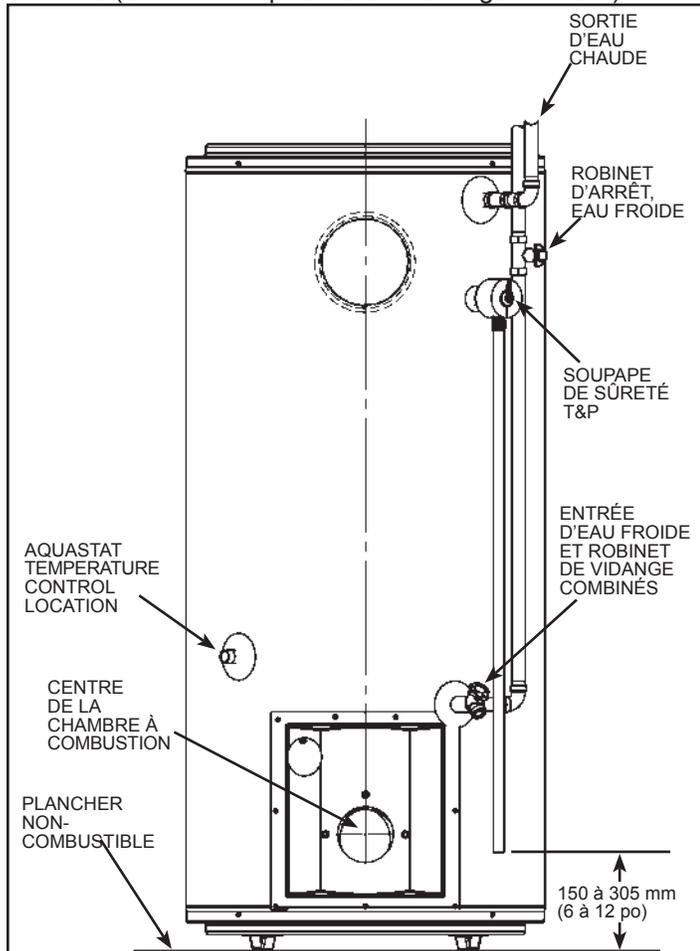

Figure 7. Raccords de plomberie (cheminée de fumée centrale/latérale)
La tuyauterie, les raccords et la robinetterie devraient être installés en conformité avec le schéma représentant votre installation (Figure 6 et Figure 7). Il peut s'avérer nécessaire d'installer une vanne réductrice de pression ou un réservoir d'expansion lorsque la pression d'alimentation en eau froide est élevée. La vanne réductrice de pression devrait être installée sur la canalisation d'alimentation principale en eau froide de la maison afin d'assurer l'équilibre des pressions d'eau froide et d'eau chaude.
1. Les tuyaux, les raccords et la robinetterie doivent être installés comme illustré à Figure 6 ou Figure 7. Raccordez la canalisation d'alimentation en eau froide (3/4 po NPT) au mamelon sans marquage. Raccordez la canalisation d'alimentation en eau chaude (3/4 po NPT) au raccord "HOT" (ou "H").